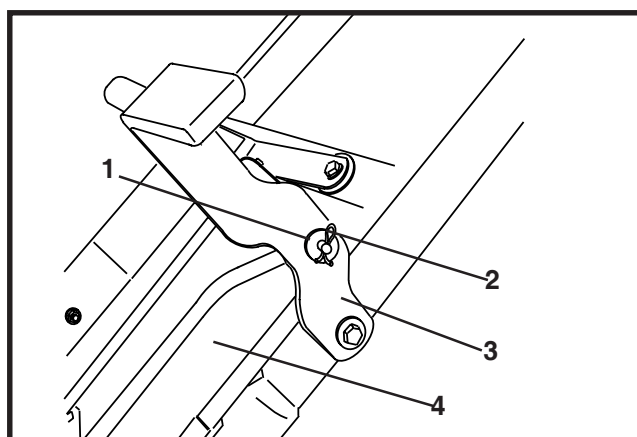

ABBILDUNG 3
7. Die Bremsstangenbaugruppe am Bremsgriff an der oberen Lenkergriffbaugruppe befestigen. Siehe Abbildung 3.